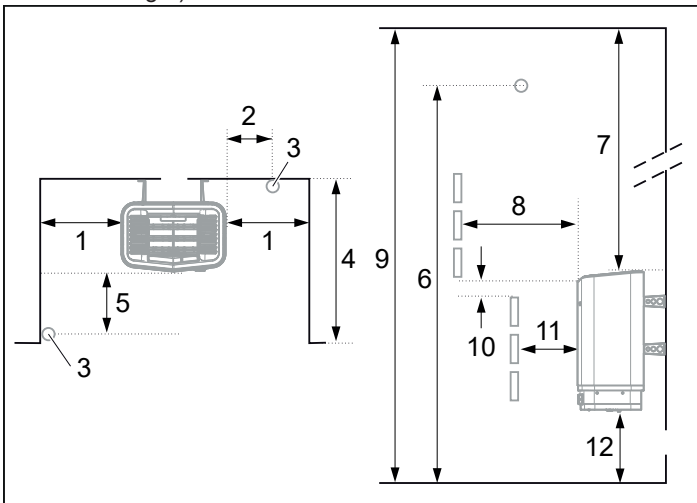

Abbildung 6: Positionierung der Heizung - Nischeninstallation
- an derselben Wand wie die Tür (oder an der Seitenwand, wenn der Abstand zur Türwand sehr klein ist). Die Heizung kann auch in einer Nische platziert werden (siehe Abbildung 6).
1. Positionieren Sie die Heizung in sicherem Abstand zum Boden, zu den Seitenwänden und zu Innenrauminstallationen (siehe Abbildung 6).
2. Positionieren Sie den Sensor, wie im Bild gezeigt (siehe Abbildung 6).